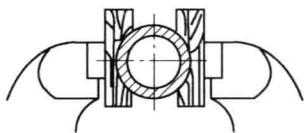

图 2-9 管子的装夹方法
2) 锯削管子。锯薄壁管时, 把管子夹持在两块木制的 V 形槽块间, 以防夹扁管子, 如图 2-9 所示。锯削时, 不能从一个方向锯到底。因为锯穿管子的内壁后, 锯条很容易被管壁卡住而折断, 如图 2-10a 所示。正确的锯削方法应是多次变换方向进行锯削, 且每一个方向只锯到管子内壁后, 即把管子转过一个角度, 逐次进行锯削, 直到锯断为止, 如图 2-10b 所示。在转动时, 应使已锯部分向锯条推进方向转动, 不得反转, 否则锯齿会被管壁卡住。